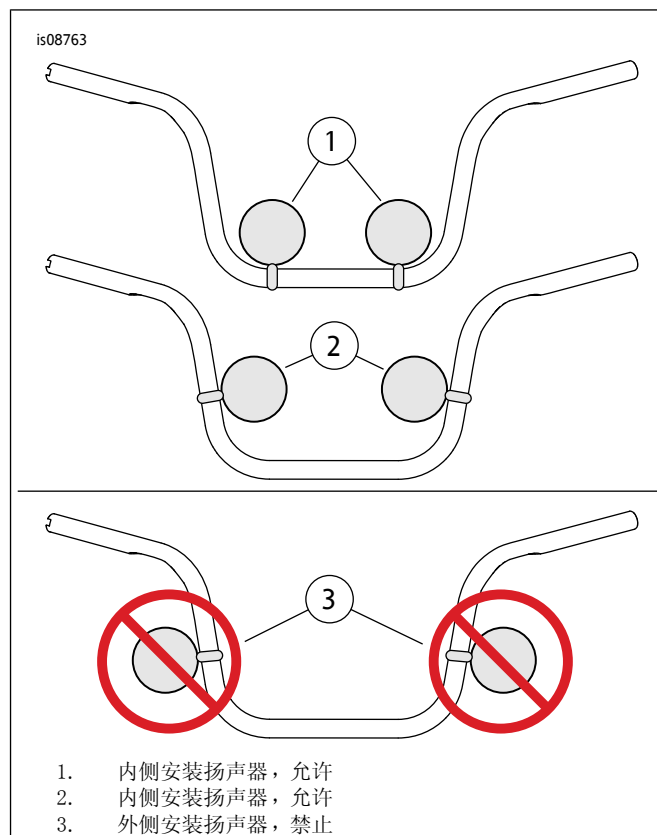

图5。扬声器在把手上的位置
- 参见图5。按照图示安装扬声器。定位扬声器夹具(4)，使扬声器位于把手内侧。将扬声器对称地定位至把手夹左侧和右侧，在低位布置，尽可能靠近中心。